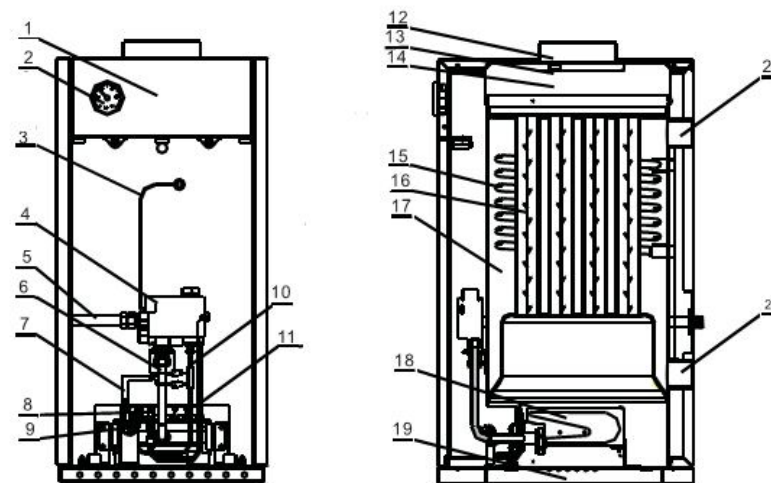

Рис.1 Котёл отопительный газовый водогрейный комбинированный.
- 4.4. Автоматика по тяге и перегреву состоит из термореле (датчика тяги) (п. 9, рис. 1), установленного перед газогорелочным устройством. При отсутствии тяги он отключит подачу газа на газогорелочное устройство. Термостат газовой автоматики отключит подачу газа на основную горелку при достижении температуры теплоносителя 95°C.